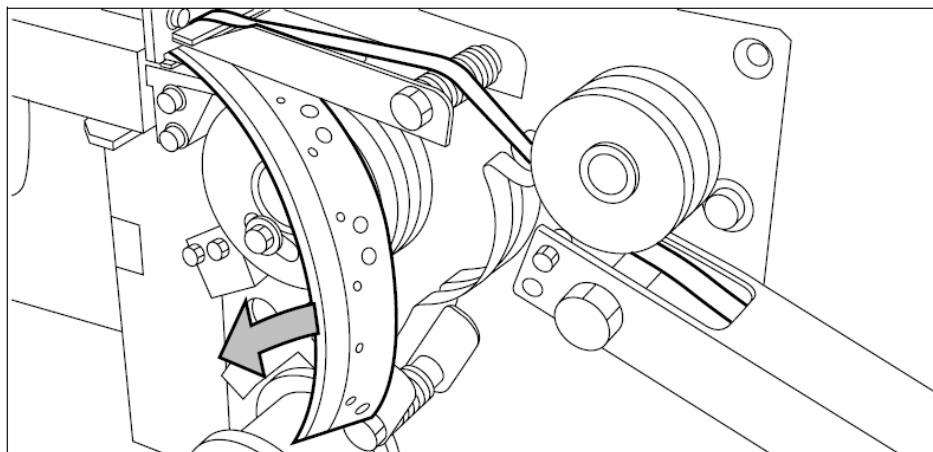

Рисунок 153. Удаление самоклеящейся ленты
3. Удалите всю самоклеящуюся ленту, которая находится между роликами и ножами (смотрите рисунок 153).